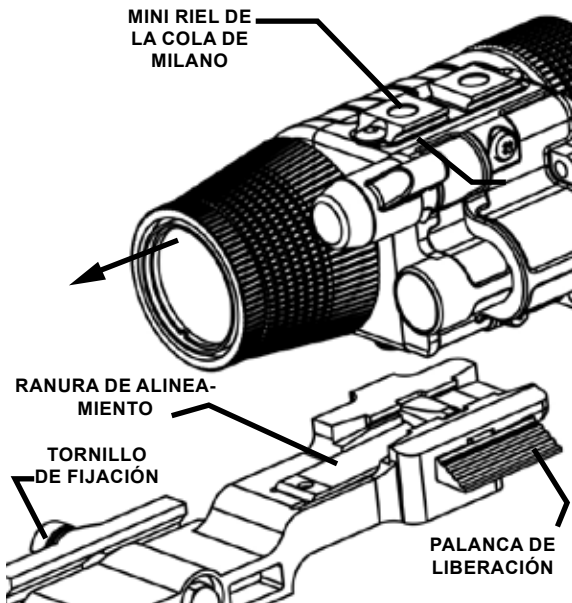

Figura 2-11 Instalación del Montaje del Arma
1. Oriente el monocular y el montaje del arma como se muestra en la Figura 2-11.